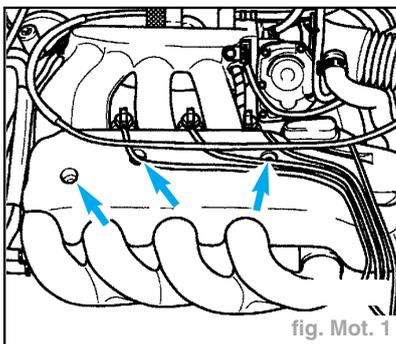

fig. Mot. 1
- Déposer le cache du haut moteur (flèches) (fig. Mot. 1).